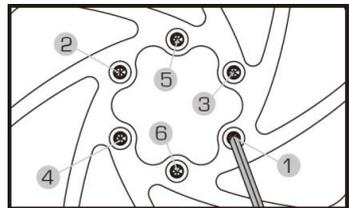

Fig. C-1 星形顺序锁固碟盘螺丝
- 使用 T25 星形扳手依照星形顺序锁固碟盘螺丝(Fig. C-1)